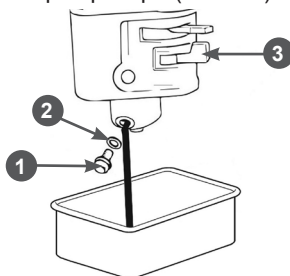

Рис. 33 Слив топлива с карбюратора
1. Установите рычаг топливного крана 3 (Рис. 33) в положение «ЗАКРЫТО».
2. Установите под карбюратор подходящую емкость 4 (Рис. 33).
3. Открутите болт 2 сливного отверстия и слейте топливо из поплавковой камеры карбюратора (Рис. 33).